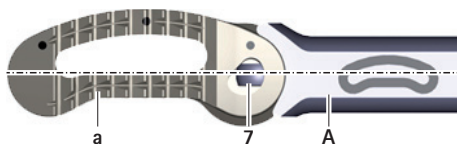

Afb. 7 Implantaat aan inbrenginstrument koppelen
- Implantaat **a** in beschermende verpakking op dubbel vlak **7** van het inzetinstrument **A** steken, zie Afb. 7. Let daarbij op de uitlijning van het proefimplantaat (oriëntatie aan de hand van de opdruk op het inbrenginstrument).
- ▶ Inzetinstrument **A** in situ aan implantaat **a** koppelen, zie Afb. 7.